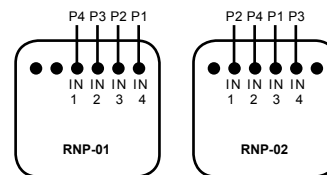

Fig. 1
- Fig. 1 visar knapparnas nummer för sändarna RNP-01/RNP-02 – samma programmering som för P-257/4 och RNK-04